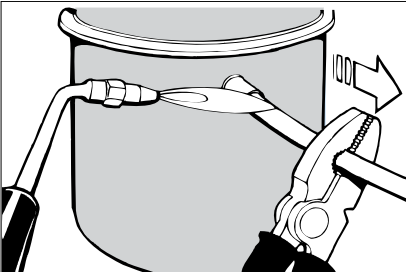

Figura 19
2. Caliente el área donde se realizará la soldadura, con la finalidad de separar el compresor de las tuberías del sistema, de acuerdo a la *figura 19*: